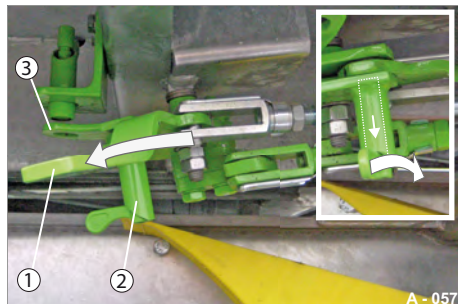

Abb. 53 Stellung für Pendel-Betrieb
- ▶ Drehen Sie den Hebel des Verriegelungsbolzens (Abb. 53/2) um, so dass der Hebel (Abb. 53/1) der Zentralverriegelung freigegeben wird.